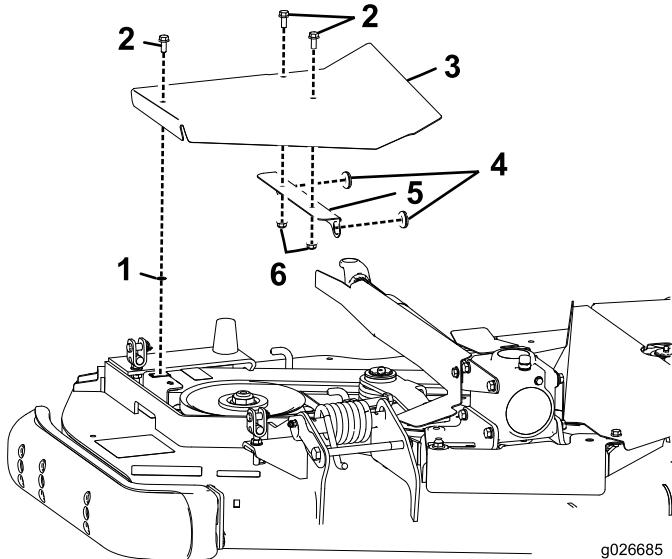

Figura 11
- Inserite un gommino in ciascuno dei 2 fori nel supporto del coperchio (Figura 11).
- Montate il supporto del coperchio sul coperchio del piatto destro con 2 viti esagonali flangiate e dadi flangiati (Figura 11).
- Montate la vite esagonale flangiata e il dado in gabbia sul coperchio (Figura 11).
- Fissate il coperchio al dado di fissaggio esistente sul piatto con la vite esagonale flangiata precedentemente installata (Figura 11).